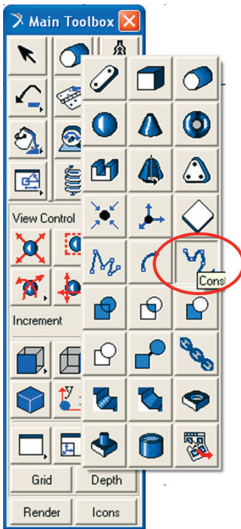

Figura 3.64(a) –
- Na parte inferior dessa janela, selecione a opção *Closed* e, no primeiro campo, selecione *New Part*. No campo *Create by picking*, selecione a opção *Points*.(Figura 3.64(b)).